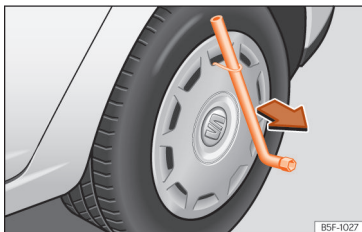

Fig. 35 Togliere il copricerchio.
- Introdurre la chiave della ruota attraverso il gancio, appoggiarla allo pneumatico ed estrarre il copricerchio » **fig. 35**.